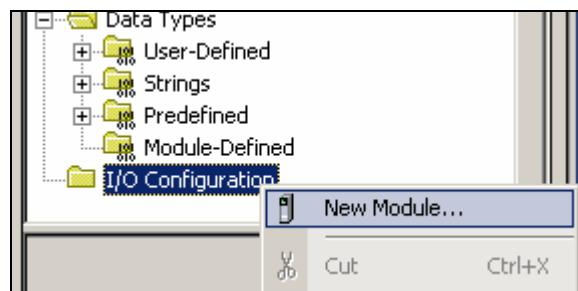

图 3-45 添加新模块
30. 在 RSLogix5000 的 I/O 组态中添加 1756-DNB 模块。鼠标右键单击 I/O 组态，并选择 New Module (新模块)，如图 3-45 所示。